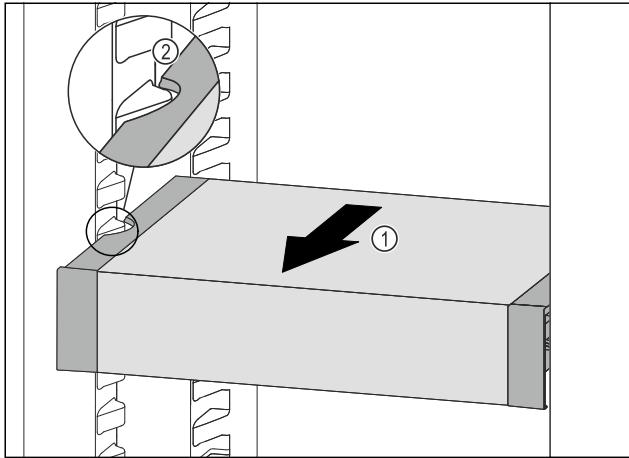

Fig. 97
- VarioSafe nach vorne ziehen *Fig. 97 (1)*, bis sich die seitlichen Aussparungen des VarioSafes auf Höhe der Behälterrippe im Kühlteil befinden. *Fig. 97 (2)*